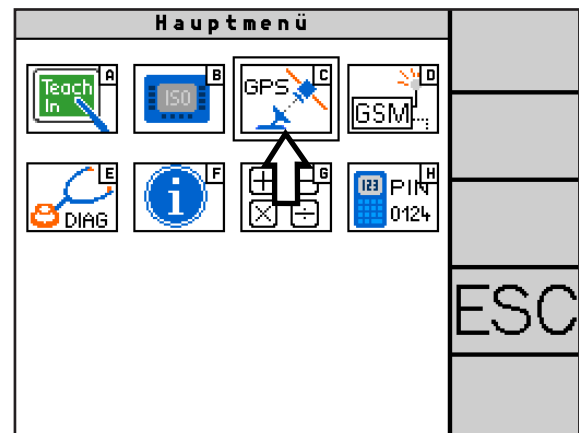

Abb. 93: Receiver-Konfiguration aufrufen
Wählen Sie im Hauptmenü das GPS-Symbol (C) (siehe Abb. 93), um die Receiver-Konfiguration aufzurufen.